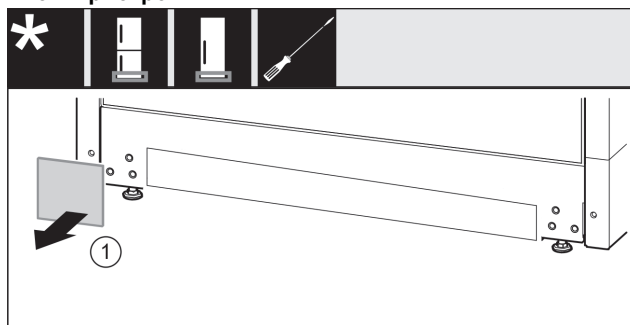

Fig. 20
- ▶ Зніміть кришку Fig. 20 (1).